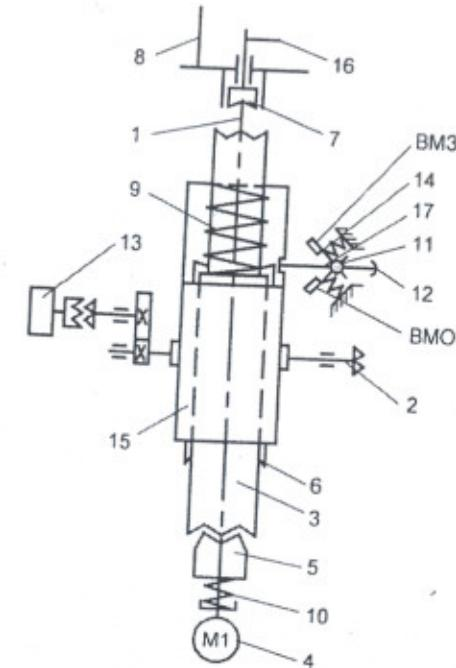

Рис.3 Схема кинематическая принципиальная:
4.1. Привод состоит из следующих основных узлов и деталей (рис. 3): корпуса с фланцем для крепления привода к арматуре, крышки, электродвигателя 4, кулачковой муфты 5 с пружиной 10, шлицевого вала 3, червяка 15, червячного колеса 6, штока 1, микропереключателей моментных ВМ3 И ВМО, рычагов 14, поводка 17, оси 11 с упором 12, пружины 9 и путевого выключателя 13.